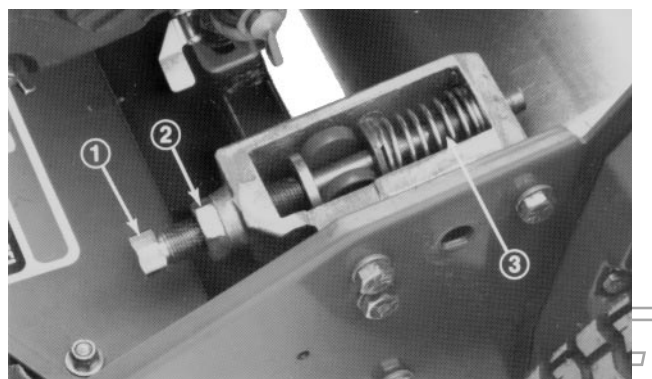
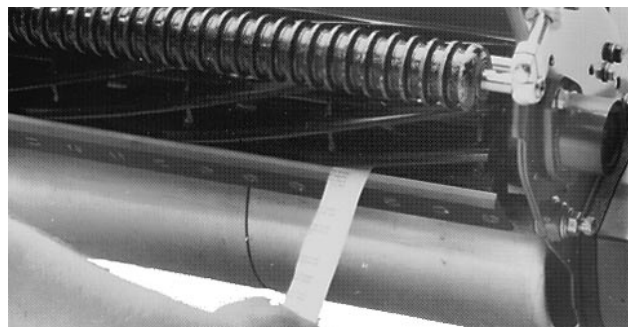

Fig. 4
Fig. 5
1. Amener la tondeuse sur une surface plane et horizontale. Vérifier qu'il n'y a plus de contact du cylindre en desserrant les écrous de blocage des vis de réglage de la contre-lame et en tournant les vis de réglage dans le sens inverse des aiguilles d'une montre (Fig. 4).
3. A une extrémité du bord avant du cylindre, introduire une longue bande de papier entre le cylindre et la contre-lame (Fig. 5). Faire tourner le cylindre en avant et serrer simultanément la vis de réglage de la contre-lame (du même côté que le cylindre), un cran à la fois, jusqu'à ce que le papier soit légèrement pincé quand il est introduit par l'avant parallèlement à la contre-lame. On sent alors une légère résistance quand on tire sur la bande de papier (Fig. 4).
5. Après le réglage, vérifier que le cylindre peut pincer et couper un papier introduit par l'avant, à angle droit par rapport à la contre-lame (Fig. 5). Le papier doit normalement être coupé avec un contact minimum entre la contre-lame et les lames des cylindres. En cas de frottement excessif du cylindre, roder ou meuler l'unité de coupe de manière pour que les lames assurent une coupe précise (consulter la notice d'aiguisage des cylindres Toro).
**AVERTISSEMENT:** déposer la contre-lame avec précaution, car les ressorts comprimés des vis de réglage (Fig. 4) peuvent se détendre brusquement.